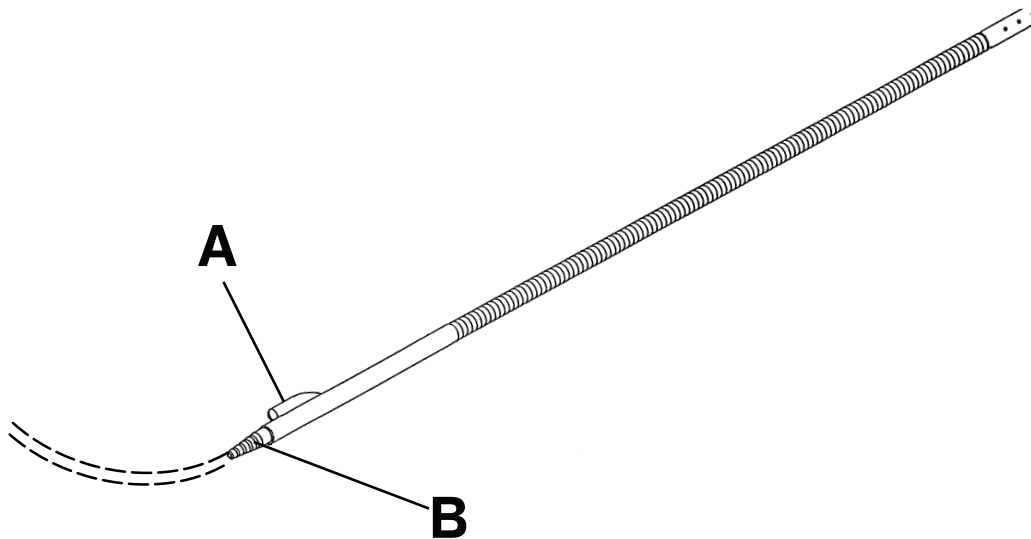

Abbildung 9 – Luftzufuhrschlauch
1. Den Befestigungsstift (A) in die Infusionsständeröffnung am Kopfende des Produkts einstecken.
2. Den Luftzufuhrschlauch in die Luftschlauchfassung einstecken (B) (Abbildung 9).